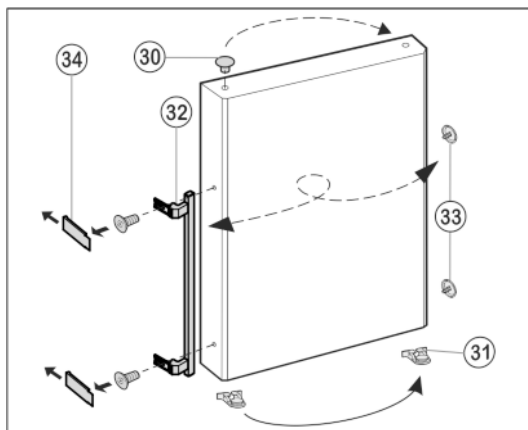

Fig. 12
- ▶ Haal *Fig. 12 (30)* de stop uit de deurlagerbus en plaats hem om.
- ▶ Demonteer deurgreep *Fig. 12 (32)*, stop *Fig. 12 (33)* en drukplaten\* *Fig. 12 (34)* en monteer ze aan de tegenoverliggende kant.